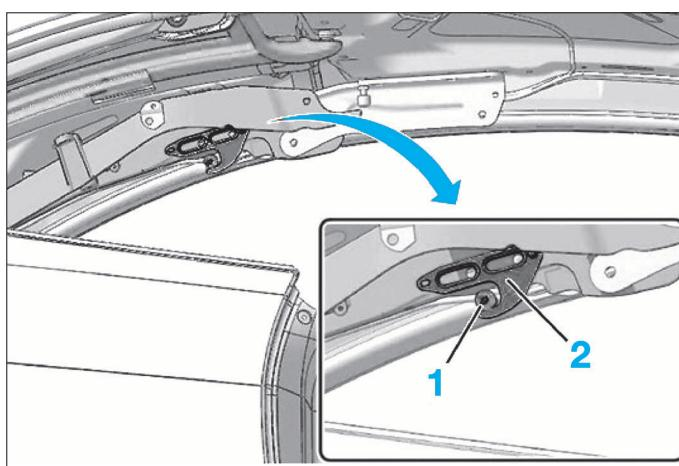

FIG. 95
- la vis de fixation de l'excentrique (1) (Fig.95)
- l'excentrique (1).
- Enduire de LOCTITE 243, la vis de fixation de l'excentrique (1).
- Régler l'excentrique (1) de façon à avoir un jeu 0 par rapport au crochet de verrou (2) en partie inférieure.
- Serrer la vis de fixation de l'excentrique (1).